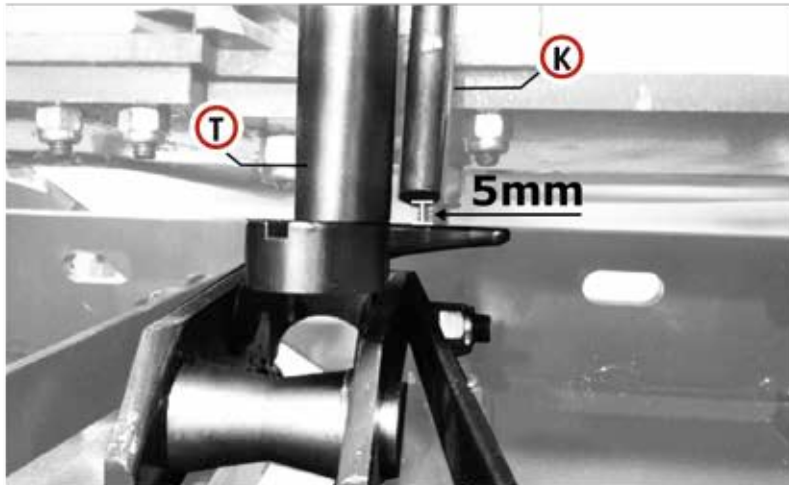
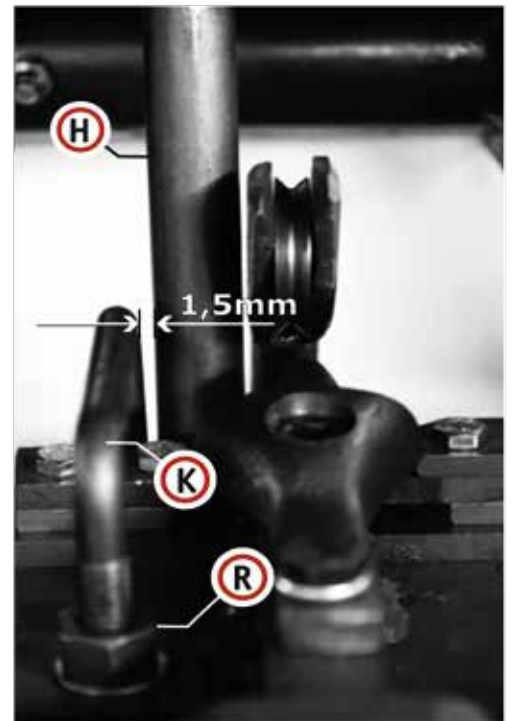

Fig.31
Fig.30
La varilla del anudador (K) (Fig. 30) está correctamente ajustada cuando está a 1,5 mm del eje (H) y su extremo está a 5 mm del torcedor (Fig. 31). Puede regularla usando la tuerca apropiada (R) y su tuerca de seguridad.